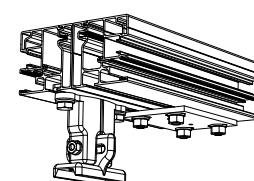

Abbildung 19:
- Falls die Standardstütze in der Mitte platziert wird, muss der Stützenoberteil durch den Kupplungswinkel ersetzt werden. (Abb. 19)